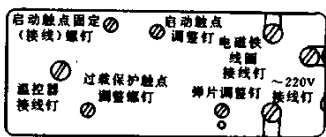

图 2-4-28 启动继电器底面
(1) 电冰箱不启动：修理时先观察冰箱内照明灯亮不亮，以判断交流市电是否接通。按图 2-4-28 所示的启动继电器底面，用万用表测量其进电线螺钉上有否电压。若有电，将万用表一端接 220V 公共线，另一端测量温控器接丝钉，如没有 220V 电压，说明温控器的接点不通，则故障在温控器。如有 220V 电压，应检查电机有否损坏。用万用表 $R \times 1$ 档测量电机，正常时启动绕组阻值约 $30 \sim 40\Omega$ ，运行绕组为 12Ω ，如测得电阻阻值接近无穷大或零。则电机有断、短路现象，应修理电机。